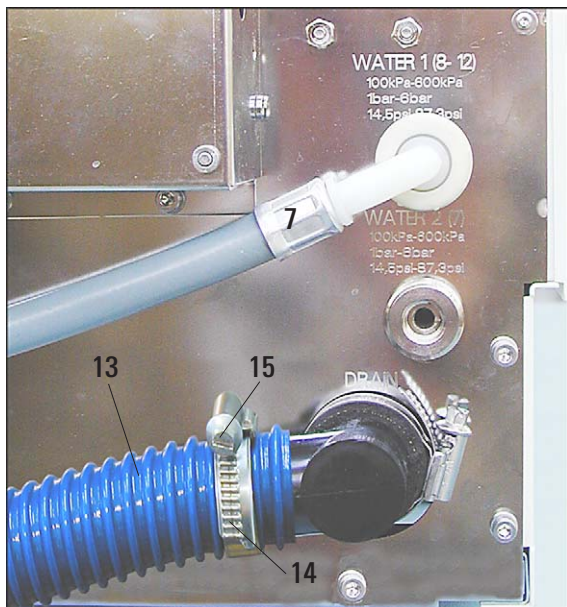

Abb. 9
- Die Schlauchschelle (14) durch Drehen der Schraube (15) nach links aufweiten (Schraubendreher), bis sie über den Ablaufschlauch (13) geschoben werden kann.
- Den Ablaufschlauch (13) mit der Schlauchschelle (14) auf den Ablaufstutzen (10) stecken (Abb. 9).
- Die Schlauchschelle (14) mit der Schraube (15) so weit zudrehen (nach rechts), dass der Schlauch sicher befestigt ist.
- Ablaufschlauch (13) im Abfluss befestigen.